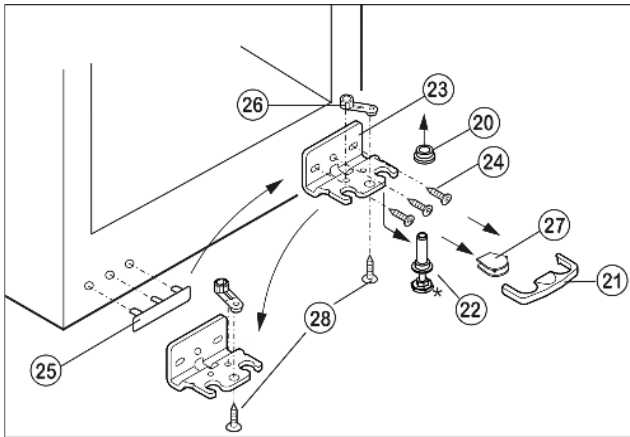

Fig. 5
- ▶ Enlever le dispositif d'arrêt Fig. 5 (21) vers l'avant.
- ▶ Enlever le cache Fig. 5 (27) en bas.\*
- ▶ Enlever le pivot Fig. 5 (22) vers le bas et vers l'avant. Ce faisant, respecter la douille de charnière Fig. 5 (20).
- ▶ Dévisser le support d'appui Fig. 5 (23) (3 x Torx 25) Fig. 5 (24).
- ▶ Dévisser l'élément pivotant Fig. 5 (26) (1 x vis Torx 25) Fig. 5 (28) et le replacer dans le logement opposé de la charnière, puis le revisser.
- ▶ Soulever avec précaution le cache Fig. 5 (25) du côté poignée et le déplacer.
- ▶ Revisser le support d'appui Fig. 5 (23) sur le nouveau côté charnière, en utilisant une visseuse sans fil si nécessaire, avec un couple de serrage de **4 Nm**.
- ▶ Mettre le cache Fig. 5 (27) sur le côté opposé.\*
- ▶ Le dispositif d'arrêt (21) doit s'enclencher latéralement sur la charnière afin de protéger les pivots d'appui et la porte.
- ▶ Replacer le dispositif d'arrêt (21) sur la charnière.
- ▶ Remettre en place la douille de charnière Fig. 5 (20).
- ▶ Placer la porte par le haut sur le pivot inférieur Fig. 5 (22).
- ▶ Aligner éventuellement la porte par rapport aux deux trous oblongs du support d'appui inférieur Fig. 5 (23) pour qu'elle affleure avec l'habillage de l'appareil. Pour cela, dévisser les vis centrales.